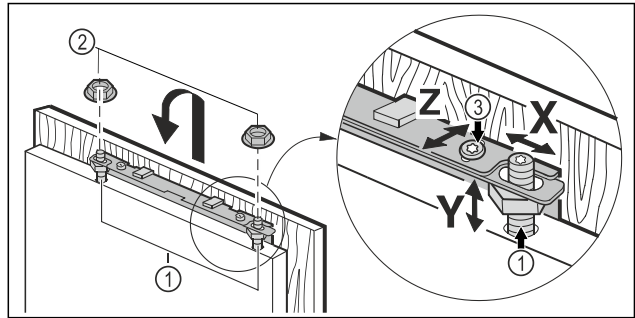

Fig. 46
- ▶ Hæng møbeldøren op på justeringsboltene Fig. 46 (1), og skru kontramøtrikkerne Fig. 46 (2) løst på justeringsboltene.
- ▶ Indjuster møbeldøren i højden **Y** og i sidehældningen: Indstil justeringsboltene Fig. 46 (1) med en skruetrækker.
- ▶ Spænd kontramøtrikkerne Fig. 46 (3).